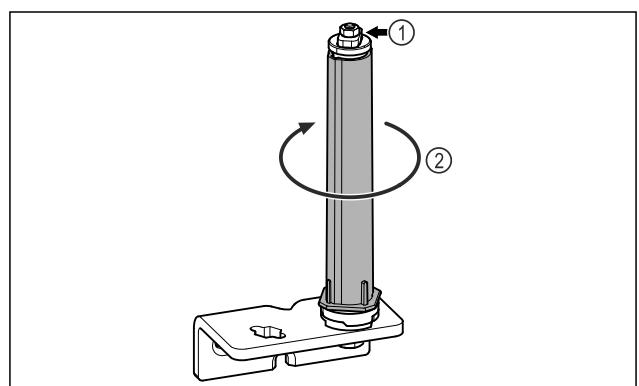

Fig. 13
- Türschließsystem Fig. 13 (1) nicht zerlegen.
- Schließsystem Fig. 13 (2) drehen, bis es klickt.